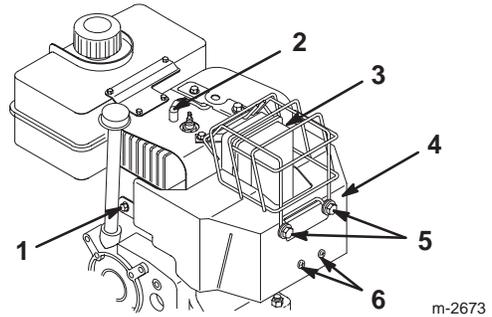

Bild 24
Entfernen Sie den Vergaserheizkasten (Bild 24), wenn der Motor bei Temperaturen über 4°C eingesetzt wird.
1. Ziehen Sie das Zündkabel ab und achten Sie darauf, dass das Kabel nicht mit der Kerze in Berührung kommt (Bild 24).
4. Bringen Sie die Befestigungselemente für den Vergaserheizkasten wieder an (Bild 24).